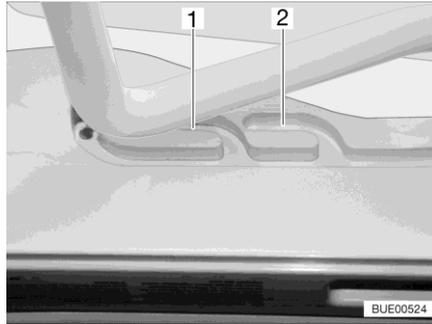
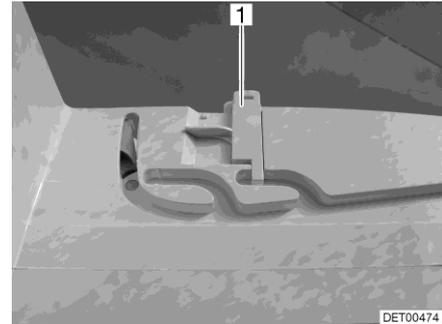

Bild 88 Führung (Lüftungsstellung)
Bild 89 Verriegelung (Lüftungsstellung)
Die Heki-Dachhaube kann in zwei Lüftungsstellungen gebracht werden: Schlechtwetterstellung (Bild 88,1) und Mittelstellung (Bild 88,2). Je nach Modell kann die Dachhaube in der Mittelstellung mit den beiden Riegeln (Bild 89,1) links und rechts am Rahmen der Dachhaube verriegelt werden.
- Den Bügel leicht nach oben drücken und in die gewählte Führung (Bild 88,1 oder 2) schieben und ggf. verriegeln.